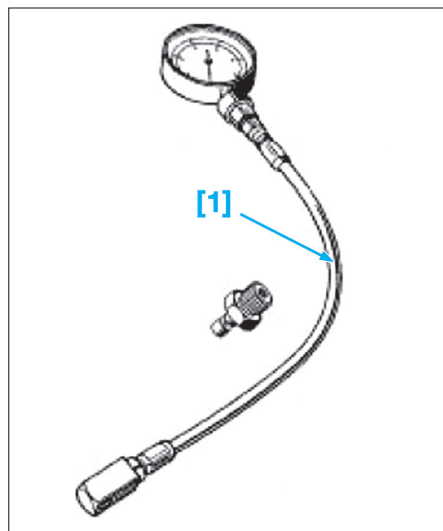

Fig. 21
- [1]. Manomètre (Outil Renault Mot. 836-05) (Fig.21).